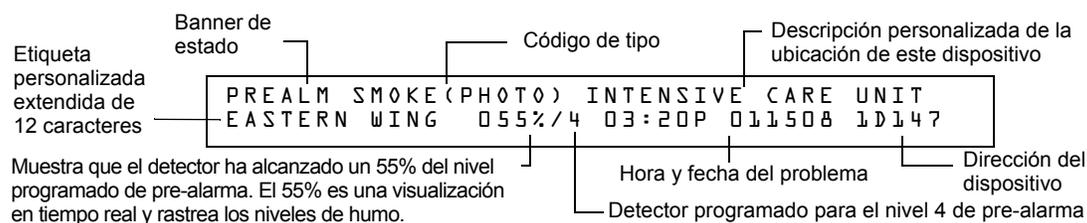

Figura 3.9 Ejemplo de mensaje de pre-alarma de alerta
- Muestra un banner de estado PRE-ALARM (pre-alarma), el código de tipo del detector y el nivel de pre-alarma (alerta o acción) en la pantalla LCD junto con información específica del dispositivo como se muestra en la figura 3.9.